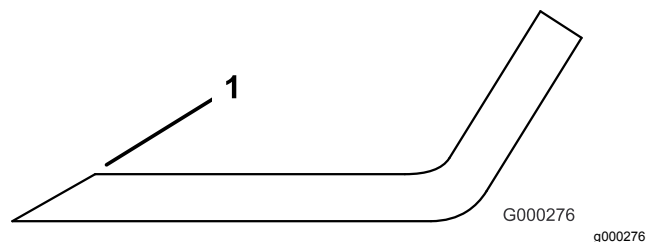

Figure 95
1. Aiguissez le tranchant à chaque extrémité de la lame (Figure 95).